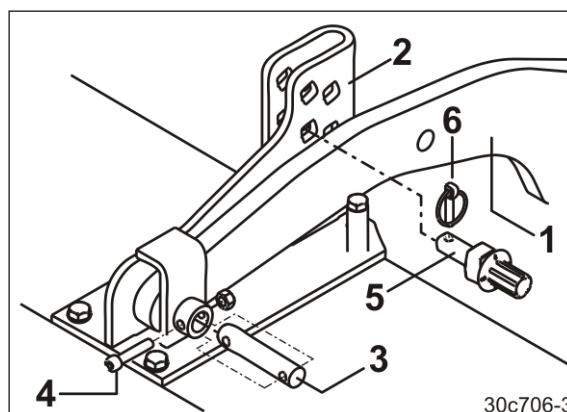

Рис. 83
4. Закрепите кронштейн катка (Рис. 83/1), установив палец (Рис. 83/3) в регулировочный сегмент (Рис. 83/2). Зафиксируйте палец болтом с гайкой (Рис. 83/4).
5. Вставьте палец регулировки глубины (Рис. 83/5) в соседнее отверстие над кронштейном и зафиксируйте его пружинным фиксатором (Рис. 83/6).